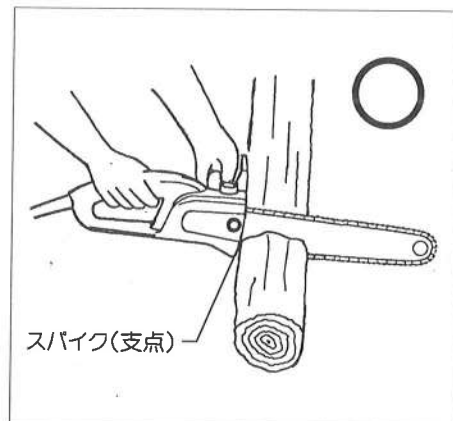

図13
①切断材は地面からできるだけ離して固定してください。
②ロックボタンを右手親指で押しながら、スイッチの引金を引いてください。
③ソーチェーンのスピードを上げた後、本機のスパイク部(ソーの手前)を切断材料に静かにあてて切断してください。(図13参照)